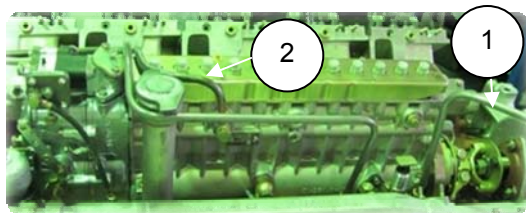
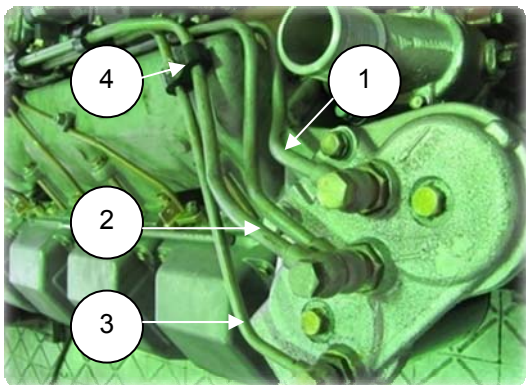

Рис. 6.59
Рис. 6.60
8. Вставить в отверстие наконечника подводящей трубки (1) топливоподкачивающего насоса болт М16, завернуть его в отверстие топливоподкачивающего насоса от руки, предварительно подложив шайбы под наконечник и головку болта (рис. 6.59);
9. Установить в отверстия наконечников трубки отводящей (1) (840.1104422-01) топливоподкачивающего насоса 2 болта М16, завернуть их в отверстия топливоподкачивающего насоса и фильтра на 2-3 нитки от руки, предварительно подложив шайбы под наконечники и головки болтов (рис. 6.60);
10. Вставить в отверстия наконечников трубок подводящих (рис. 6.59) (2) и (рис. 6.60) (2) ТНВД 2 болта М16, завернуть их в отверстия ТНВД и фильтра на 2-3 нитки от руки, предварительно подложив шайбы под наконечники и головки болтов;
11. Вставить в отверстия наконечников трубок отводящей топливного фильтра (3) и топливного насоса 2 болта М14, завернуть болты в отверстия фильтра топливного и в глухой штуцер бобышки ТНВД на 2-3 нитки от руки, предварительно подложив шайбы под наконечники и головки болтов. Соединить с трубкой отводящей насоса высокого давления (рис. 6.60);
12. Установить на шпильки впускных коллекторов скобы (4) (840.1104514) крепления трубопроводов, установить шайбы, навернуть гайки на 2-3 нитки от руки (рис. 6.60);